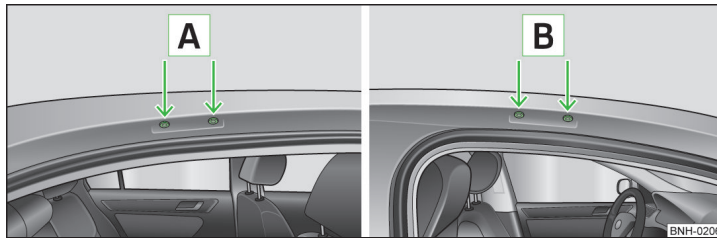

Abb. 89 Befestigungspunkte hinten/vorn
**Einbauort der Befestigungspunkte für Grundträger » Abb. 89**